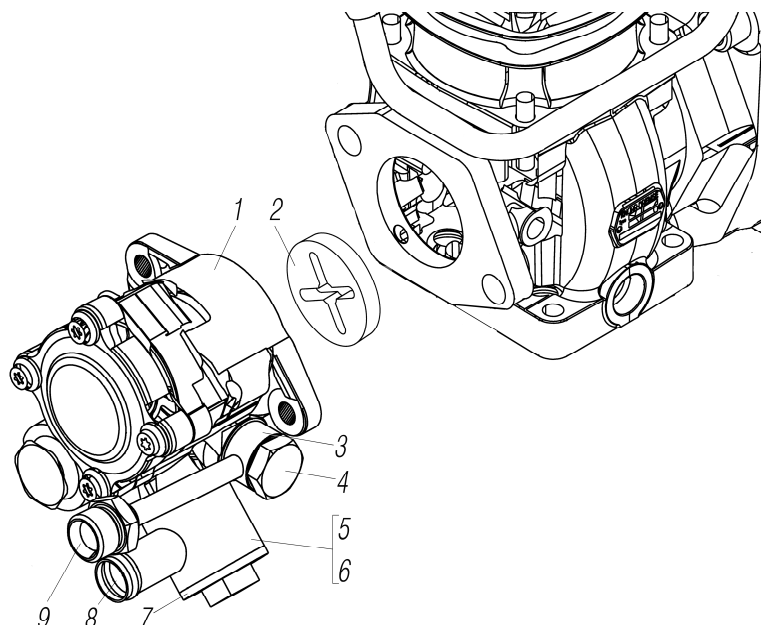

Рисунок 4.3
*⁸ См. рисунок 4.3. Поставляется в комплекте с двигателем
See figure 4.3. Delivered together with engine